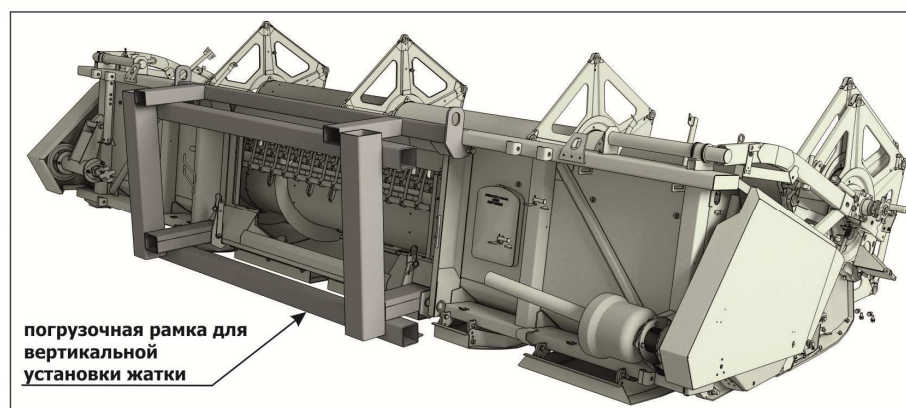

Рисунок 8.8
8.4.1 Для компактной перевозки жаток применяется погрузочная рамка (см. рисунок 8.8).